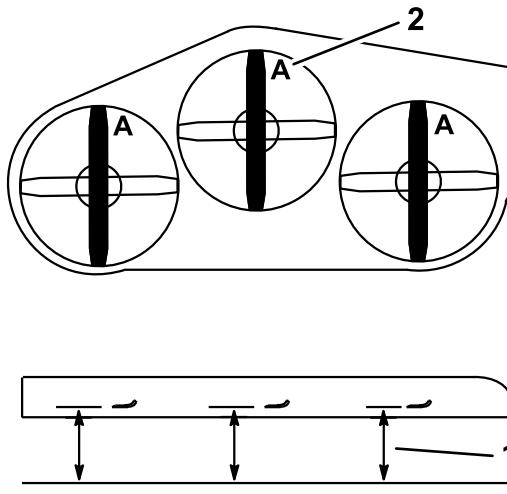

**Figure 79**
- Examinez le tranchant des lames (Figure 79).
4. Remplacez immédiatement toute lame fendue, usée ou qui présente une entaille sur cette partie (**Figure 79**).